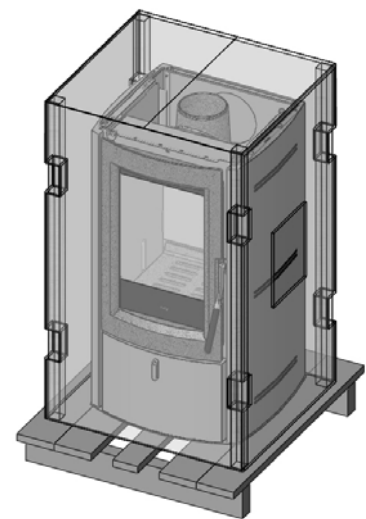

Abb. 1 - Verpackung des Kaminofens Nogal
- eine Verpackung enthält den Kaminofen mit den montierten Seitenwänden (Abb. 1);